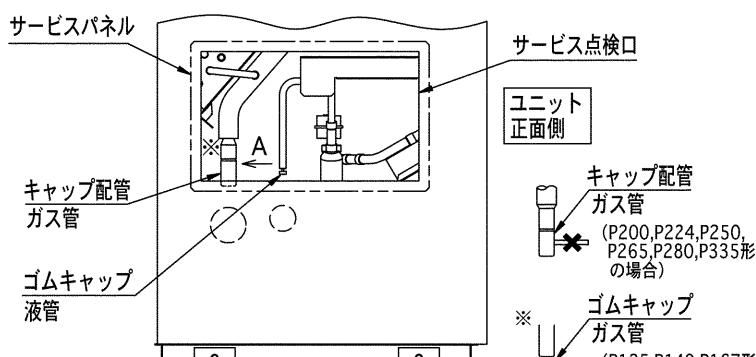

図1
(スライドピースを電動機側にして使用しないでください。) 図1参照
(図1) 可変プーリー
- (3) 図1 矢視Aに示すガス管キャップ配管のチャージ管（×印部）を切断し、配管内に封入されている窒素ガスを抜いてください（P200,P224,P250,P265,P280,P335形のみ）。
- (4) 図1 に示すガス管接続部および液管接続部のキャップ配管、もしくはゴムキャップを取り外してください。